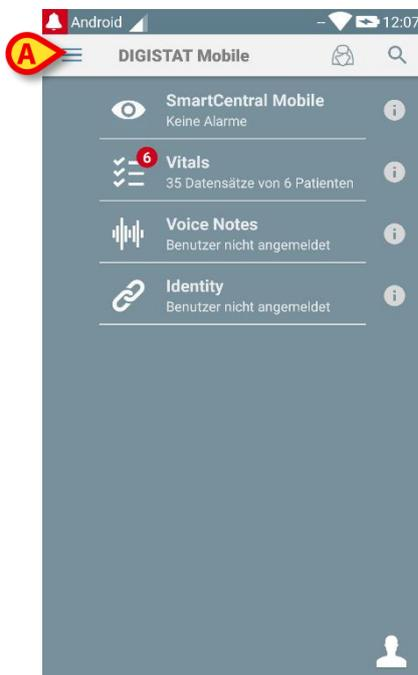

Abb. 28
- Aktivieren Sie den Hauptbildschirm von der Anwendung Digistat® Mobile (Abb. 28).
- Berühren Sie das  Symbol oben links auf dem Bildschirm (Abb. 28 **A**).